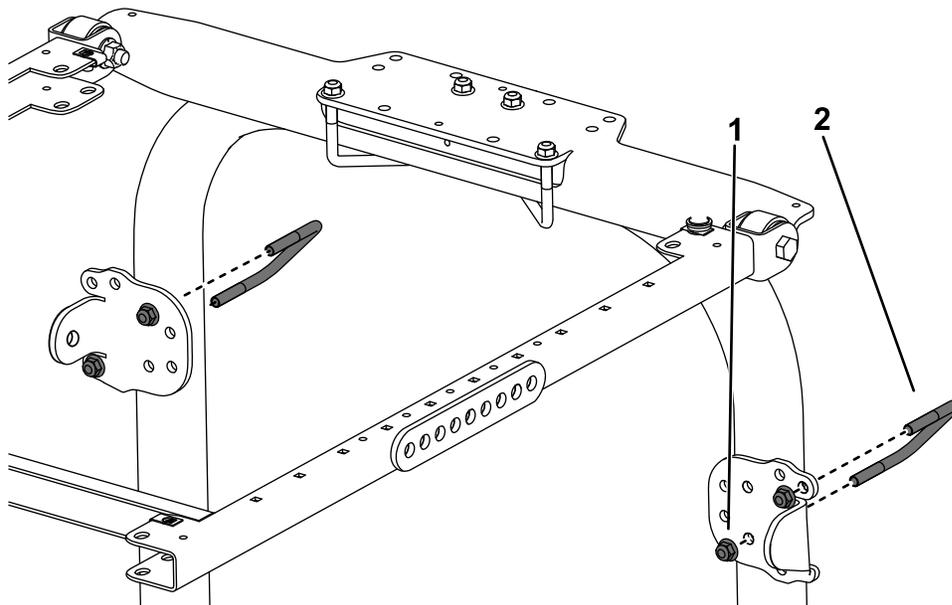

**Figura 22**
6. Posizionate la staffa di montaggio del ROPS sulla parte superiore del roll bar del trattorino (Figura 22).
7. Utilizzando i fori di montaggio illustrati nella Figura 22, montate la staffa sulla parte superiore del roll bar con 2 bulloni a U (4 7/8" x 2 3/4") e 4 dadi flangiati.